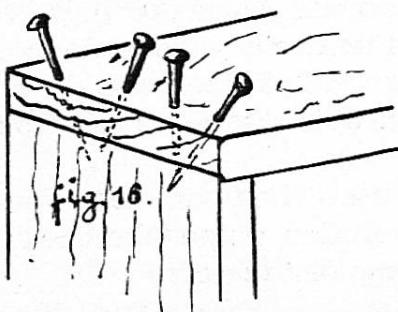

fig. 16.
8. Pourquoi, lorsqu'on les plante dans le sens des fibres du bois, les clous sont-ils tenus légèrement obliques ? (*Ils tiennent plus solidement s'ils prennent les fibres en travers.*) (Fig. 16.)